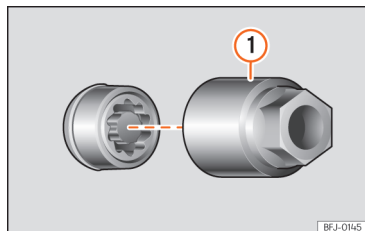

Fig. 189 Parafuso antirroubo com capa de proteção e adaptador.
- Encaixe o adaptador especial »» **Fig. 189** ① (ferramenta de bordo »» **Página 259**) no parafuso antirroubo da roda até ao limite.